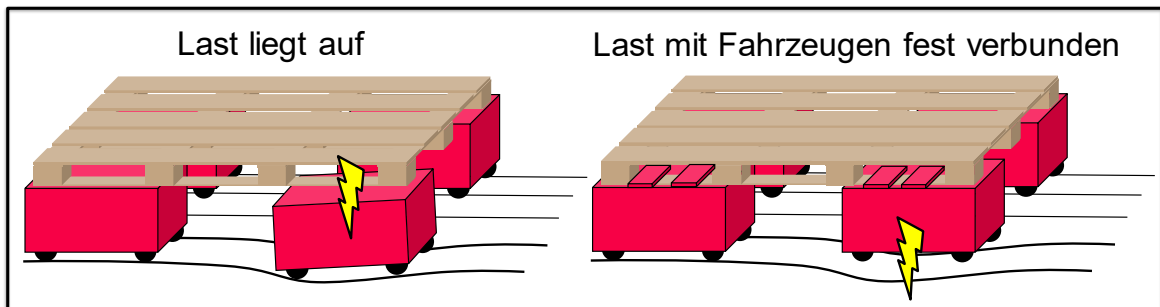

Abbildung 3: Verlust des Kontakts zwischen Fahrzeug und Last (links) oder zwischen Fahrzeug und Boden (rechts)¹
- **Ausgleich von Bodenunebenheiten:** Sonst droht ein Kontaktverlust bei einem Teil der Fahrzeuge und eine Überlastung der anderen. (Abbildung 3)